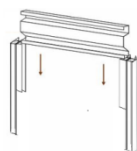

Рис.2
- Взять вторую ножку и по прямой линии установить в землю по ширине парника на расстояние длины оцинкованного борта размером 0,98*0,15м (смотреть рис.2.).
- Борт размером 0,95*0,15м вставить в пазы ножек рис.2